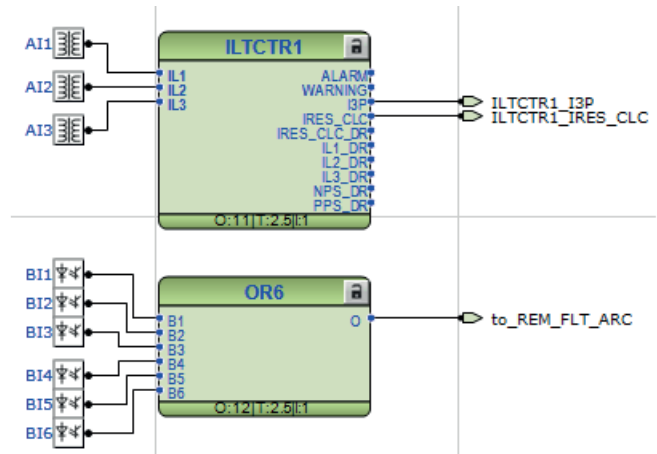
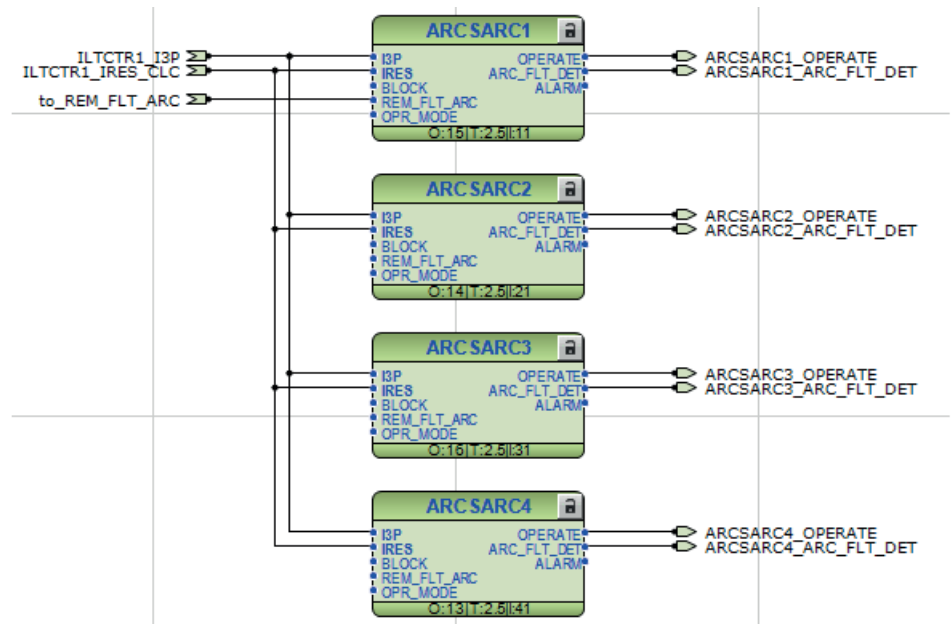
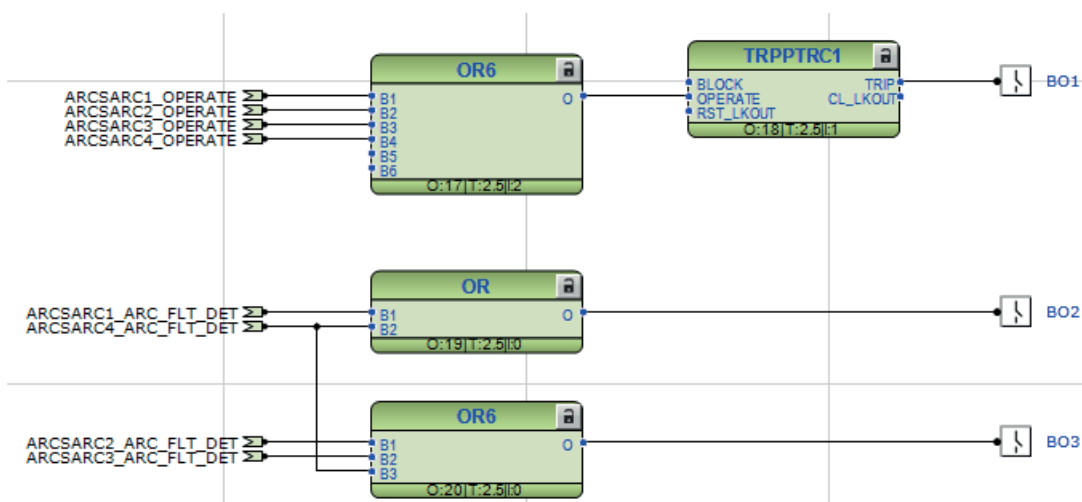

Abb. 68: Relaiseingang- und Vorverarbeitungsanschlüsse
Abb. 69: Anwendungs-Funktionsblockanschlüsse
Abb. 70: Relais-Ausgangsanschlüsse
Die Relaiskonfiguration ist in die Anwendungskonfiguration in PCM600 implementiert. Sie wird in Abbildung 68, Abbildung 69 und Abbildung 70 dargestellt. Die Funktion implementiert die konzeptionelle Logik, wurde jedoch so ausgelegt, dass die Funktionsblöcke des Relais mit ihren Merkmalen berücksichtigt werden.
- 1) Lichtbogen-Sensoreingänge ARC1...4 werden immer intern zu den ARCSARC1...4-Funktionsblöcken geführt. Diese Eingänge sind in Abbildung 68 nicht dargestellt.
Die Konfiguration erfordert auch andere spezifische Funktionen, die in Tabelle 162 aufgeführt sind. Darüber hinaus werden einige Logikgatter für die Implementierung der notwendigen Logik benötigt. Diese sind in Abbildung 69 und Abbildung 70 dargestellt.